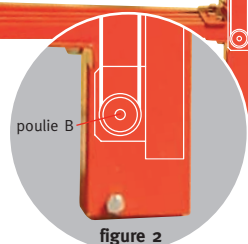

figure 2
- 6 - Démontez la poulie B du mât intermédiaire et dégagez le câble usé de la chape inférieure (figure 2).
- 6 - Présenter la poulie B à l'extrémité inférieure du mât intermédiaire, positionner le câble (figure 2), et assembler une vis tête H de 8 x 25 et un écrou bas M8.